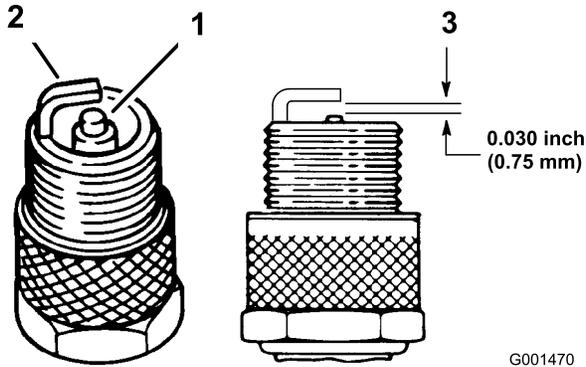

Figura 26
1. Mire la parte central de las bujías (Figura 26). Si se observa un color gris o marrón claro en el aislante, el motor está funcionando correctamente. Si el aislante aparece de color negro, significa que el limpiador de aire está sucio.
3. Compruebe la separación entre los electrodos central y lateral (Figura 26). Si la distancia no es correcta, doble el electrodo lateral (Figura 26).
Nota: Compruebe que la distancia entre los electrodos es correcta (Figura 26).
3. Conecte los cables a las bujías (Figura 26).